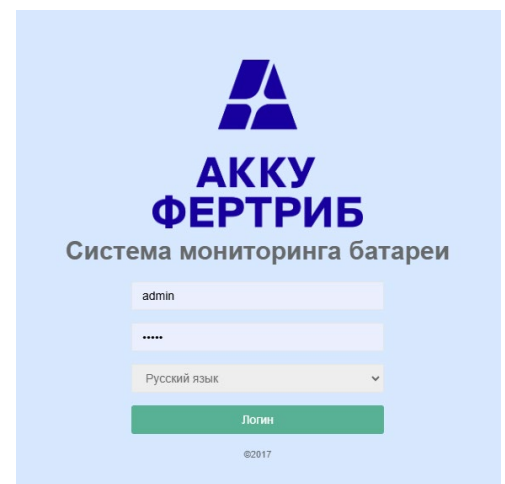

Рисунок 20.
- В случае правильных настроек отобразится окно входа в WEB интерфейс (см. **Рисунок 20**)